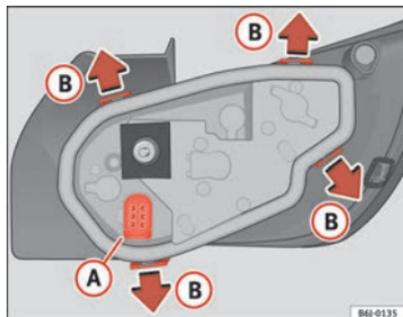

Fig. 148 Substituição das lâmpadas luzes traseiras
- Retire o porta-lâmpadas, separando-o da carcaça. Para tal, prima as patilhas (B) no sentido das setas ⇒ fig. 148.